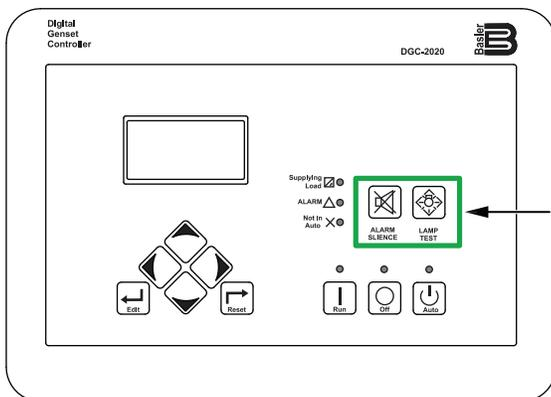

Figure 78. Contrôleur numérique (Boutons de silencieux d'alarme et de test de lampe)
1. Appuyez simultanément sur le **bouton Silencieux de l'alarme** et sur le **bouton Test de la lampe** (Figure 78) et maintenez-les enfoncés pendant 5 secondes.